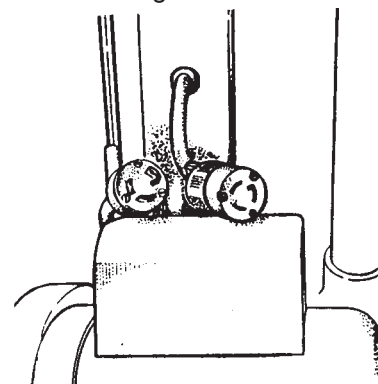

Figure 7
5. Brancher le raccord de poignée au cordon du moteur. Aligner la goupille rectifiée, introduire et tourner. Voir Figure 7.